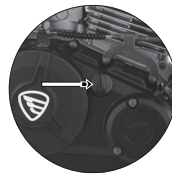

Imagen 15. Tapón-bayoneta del cárter.
2. Localizar el tapón-bayoneta del cárter en la parte inferior derecha de la **FIREBIRD 300**. Ver imagen 15. Aflojarlo en el sentido contrario a las manecillas del reloj.